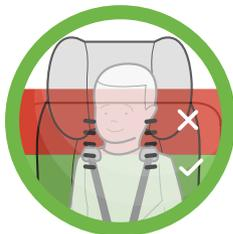

Figura 72
- **Viendo hacia atrás:** Las correas del arnés de los hombros deben pasar por las ranuras correspondientes y quedar a la altura o por debajo de los hombros del niño y cerca de ellos, como se muestra en la **Figura 72**. Véase la sección "Ajuste de la ranura del arnés de los hombros" para ver cómo se realiza esa tarea.